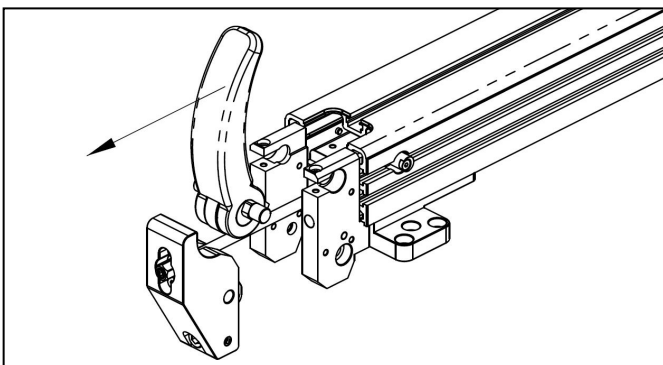

Abb. 9-8
(8) Entnehmen Sie die Griffereinheit, wie in Abbildung 9-8 dargestellt.